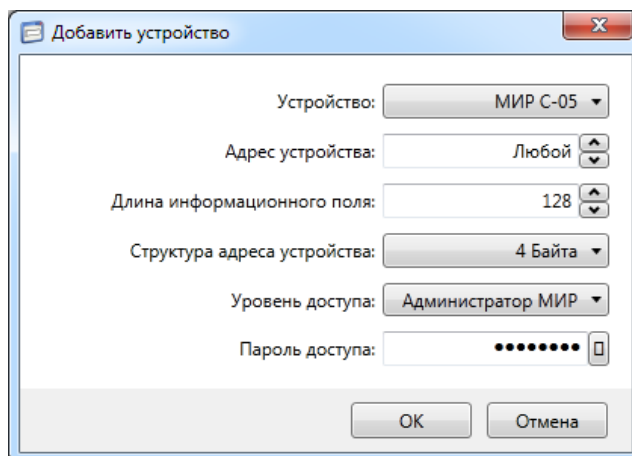

Рисунок 9.11 – Добавление счетчика в канал связи
9.5.5.6 В появившемся окне указать тип устройства, которое требуется подключить, указать адрес устройства, указать уровень доступа *Администратор*, ввести пароль администратора и нажать кнопку *ОК* (рисунок 9.11).